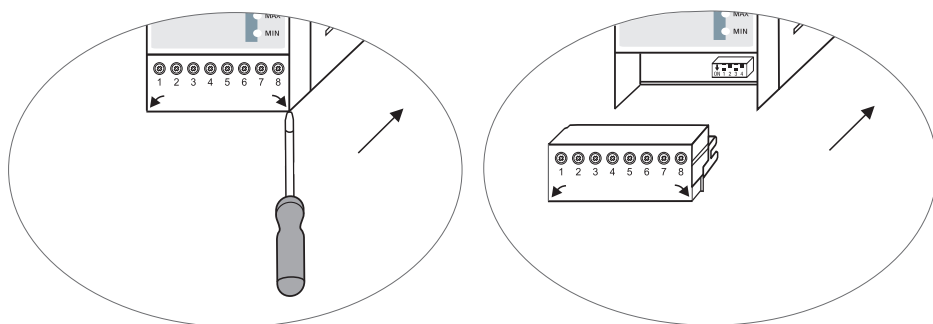

Fig. 8
- Untere und obere Klemmleiste abziehen. **Fig. 8**